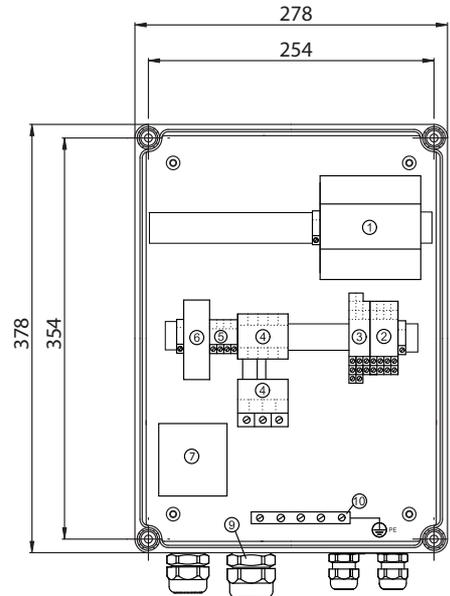

Abb. 1
- mit Schrauben durch die vier Montagelöcher in der Rückwand des Gehäuses befestigen, siehe Abb. 1. Die Montagelöcher müssen mit einem 4 mm Bohrer angebohrt werden. Schrauben einsetzen und fest anziehen. Die mitgelieferten Kunststoffkappen auf die Schrauben montieren (IP65).
Abb. 1 zeigt den inneren Aufbau des LC 108 für Direktanlauf.